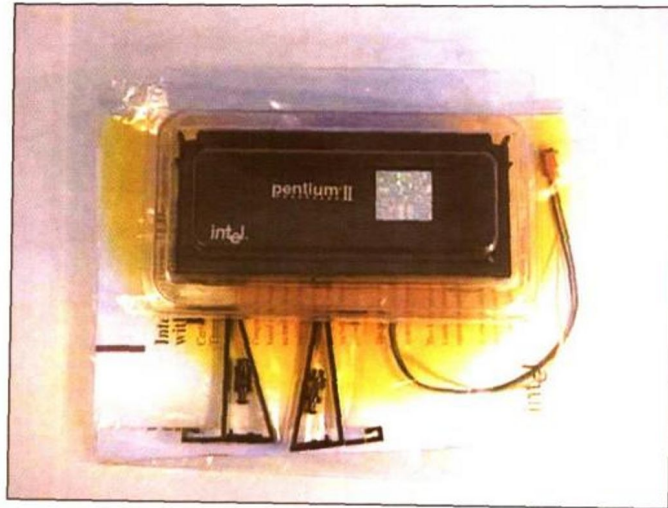

图 1-2
- 内含 Pentium II 处理器、散热器、风扇、风扇电源线、支架和说明书，如图 1-2 所示。